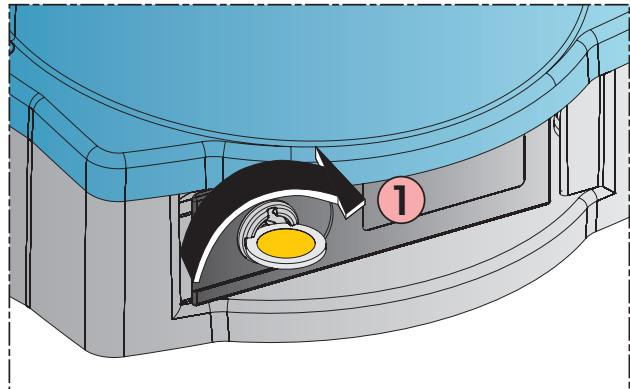

Fig. 16
2. Tirer le levier d'après la fig. 16 réf. ②.